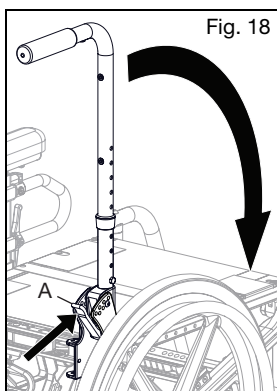

Fig. 18
- a. Coloque el receptor pivotante RLS en el alojamiento que está en el chasis del tubo frontal (Fig. 18:A).